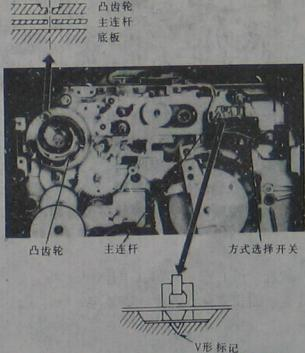

图 1-51 凸齿轮的安装
4) 将凸齿轮插入, 使齿轮上的孔对准主连杆上的孔。使用小型六角扳手 VFK75 或其他金属杆就能很容易地使两个孔重合。同时, 固定好两个 V 形标记, 如图 1-51 所示。